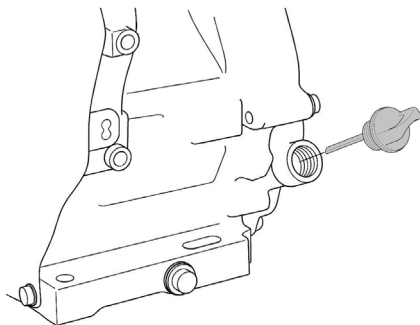

Рис. 8 Крышка-щуп маслосазливной горловины
2. Открутите крышку-щуп маслосазливной горловины и извлеките щуп (Рис. 8).
2. Выкрутите крышку-щуп маслозаливной горловины и извлеките щуп (Рис. 8).